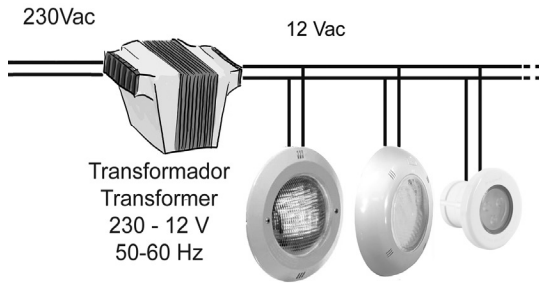

Fig 1
1. ELEKTRISCHER ANSCHLUSS (sehen Sie Abbildung 1):